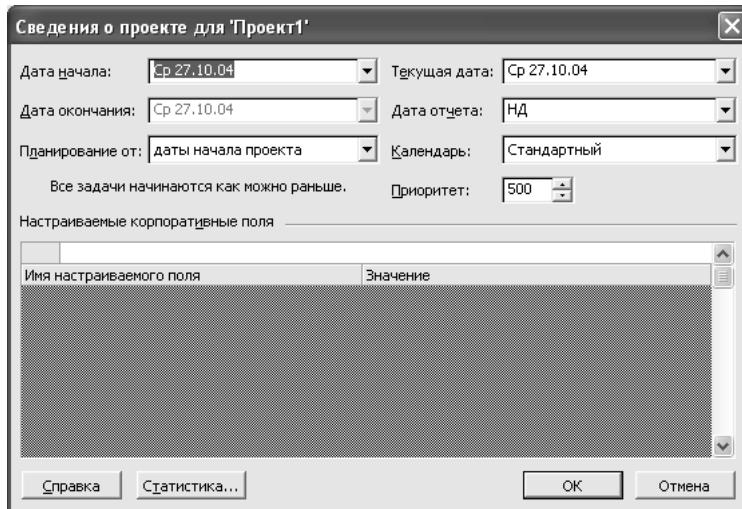

Рис. 52. Загальні відомості про проект
1. З меню **Проект** виберіть команду **Відомості про проект....** З'явиться вікно **Відомості про проект...** (рис. 52).